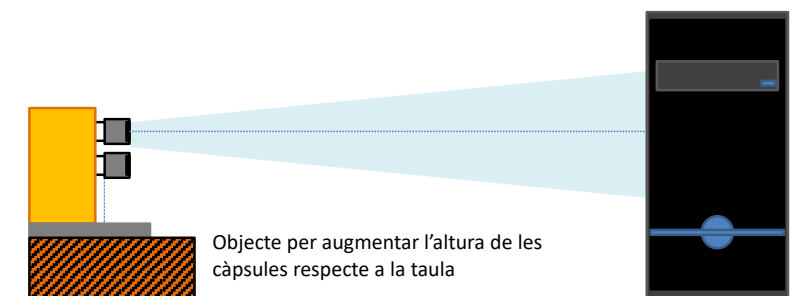

Figura 7. Per evitar problemes amb reflexions a la taula s'ha de muntar el bloc de les càpsules sobre un objecte.
**ACCIÓ:** Munta el suport de les càpsules sobre un objecte, veure Figura 7, amb la finalitat d'eleva-lo respecte a la taula i que l'efecte de la part de l'ona reflectida per la mateixa taula sigui mínim. Apunteu les càpsules al lateral de la caixa del PC, que utilitzareu com a obstacle, de forma que la línia de visió de les càpsules sigui el més perpendicular possible respecte al lateral de la caixa i que la distància entre la cara de les càpsules i l'obstacle sigui de 25 cm.